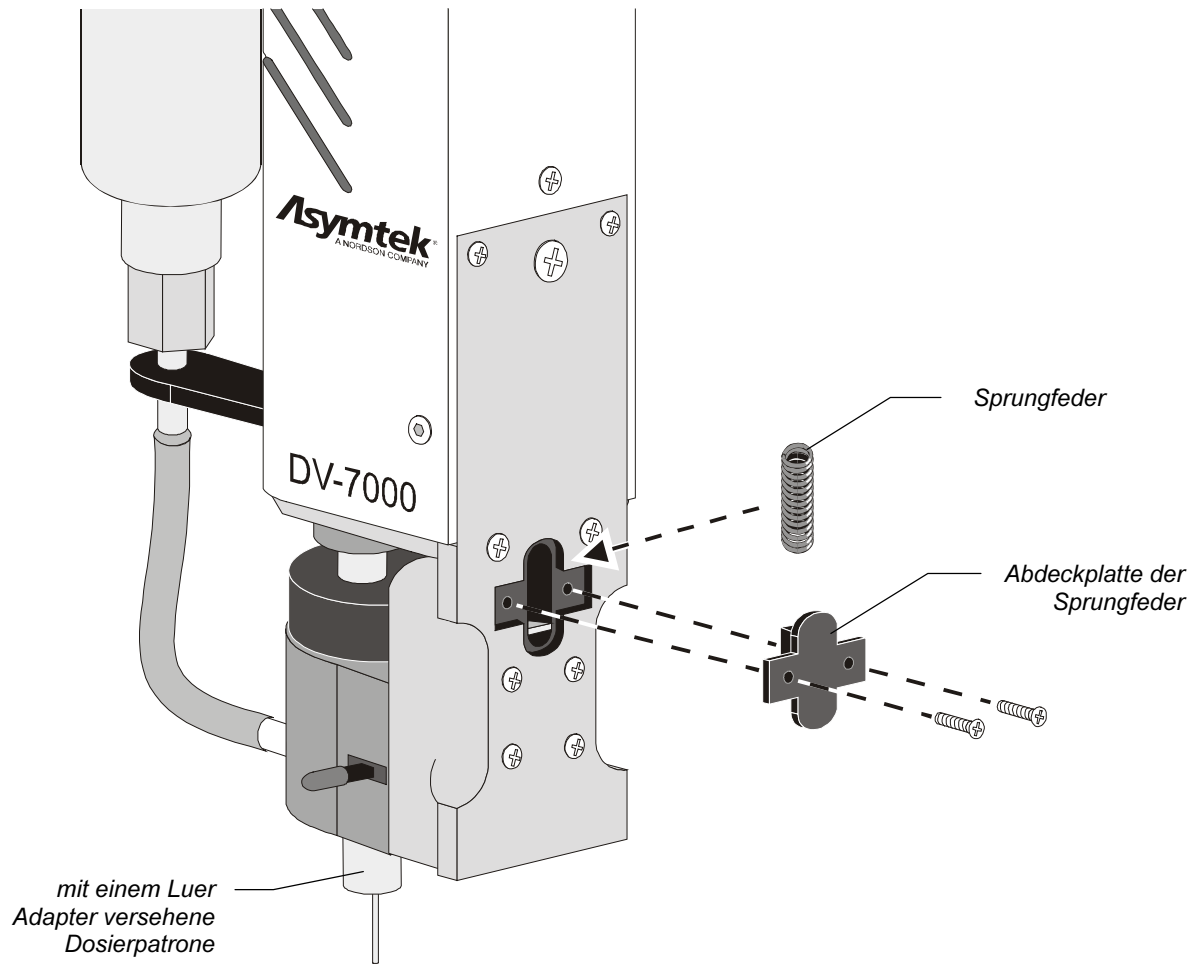

Abbildung 3-2 Wahlweise Konfiguration des DV-7000
2. Verwenden Sie zur Abnahme der zwei Schrauben auf der Abdeckplatte der Sprungfeder den Kreuzschlitzschraubenzieher. Siehe Abbildung 3-2.